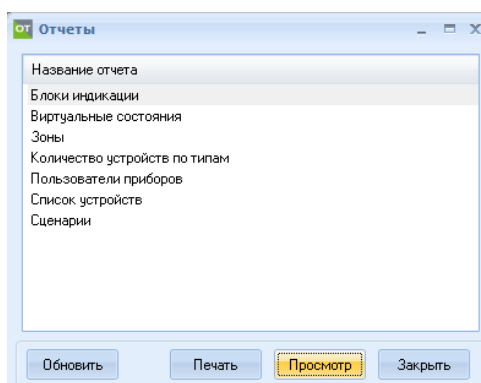

Рисунок 18.5 – Диалоговое окно «Отчеты»
- «Отчеты» – позволяет вызвать диалоговое окно «Отчеты», в котором можно выбрать тип отчета, а также действие с ним (Печать, Обновить, Просмотр) (рисунок 18.5).